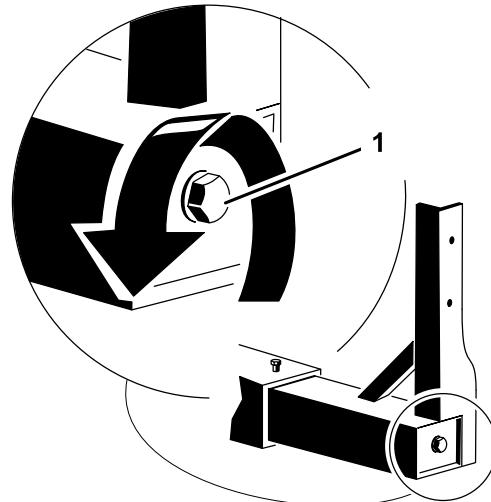

Bild 1
5. Lösen Sie die Schrauben am Auslegerrahmen höchstens um drei Umdrehungen (Bild 1).